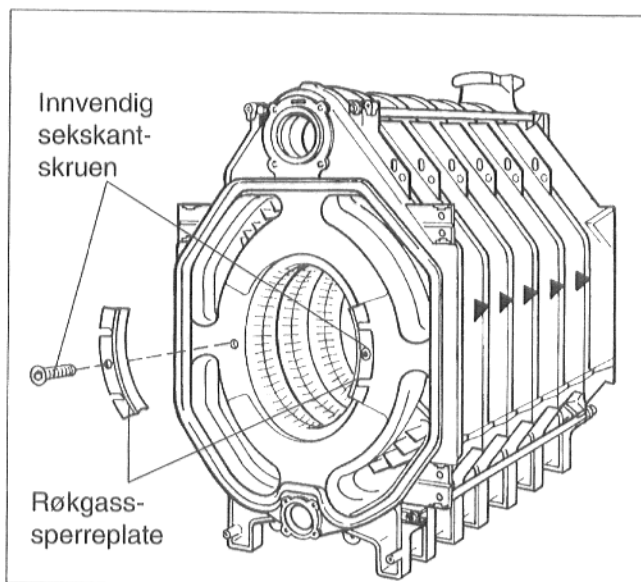

Fig. 59
- Skru ut den innvendig sekskantskruen i midten av sperreplaten, og fjern platen på høyre og venstre side (Fig. 59).
- Skru ut innvendig sekskantskruen i midten av sperreplaten, og fjern platen på høyre og venstre side (Fig. 59).